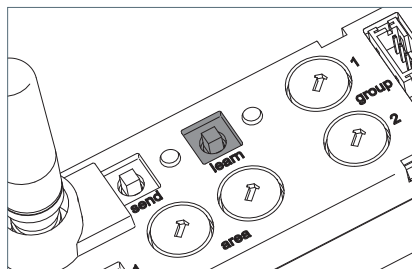

Fig. 21: Touche « learn »
- Appuyez sur la touche « learn » et tenez-la appuyée pendant deux secondes, voir Fig. 21.